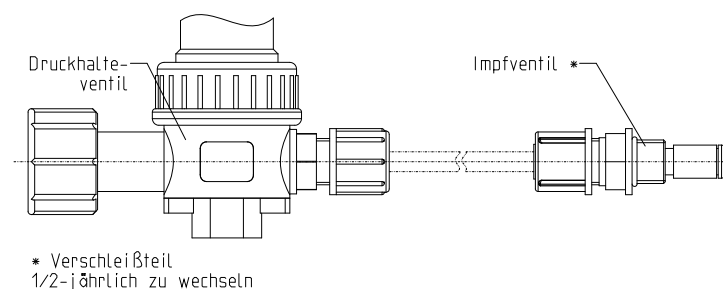

Abb. 1: Anschluss GENODOS-Dosieranlage DM-BS
- Die Dosierleitung zur Dosierstelle ist sicher und knickfrei zu installieren. Die Dosierleitung ist so kurz wie möglich auszuführen. Die Montage der Dosierleitung ist in Abb. 1 dargestellt.